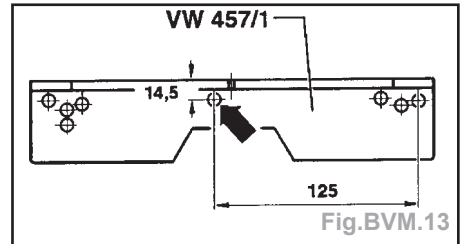

Fig.BVM.13
- Pour fixer la glissière-support VW 457/1 sur le berceau, un nouvel alésage est nécessaire (Fig.BVM.13).